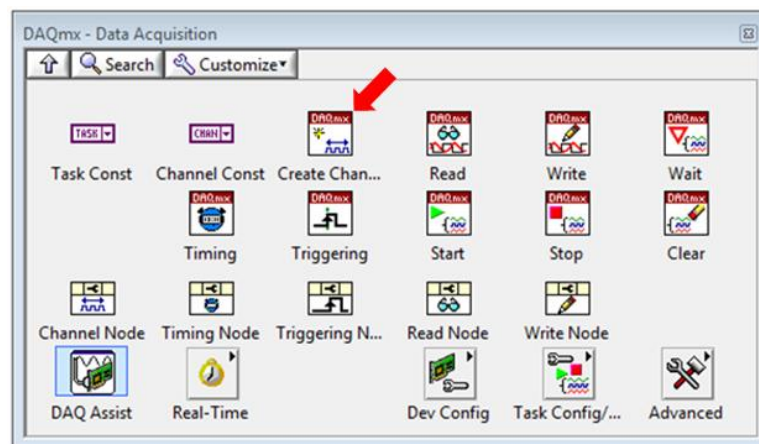
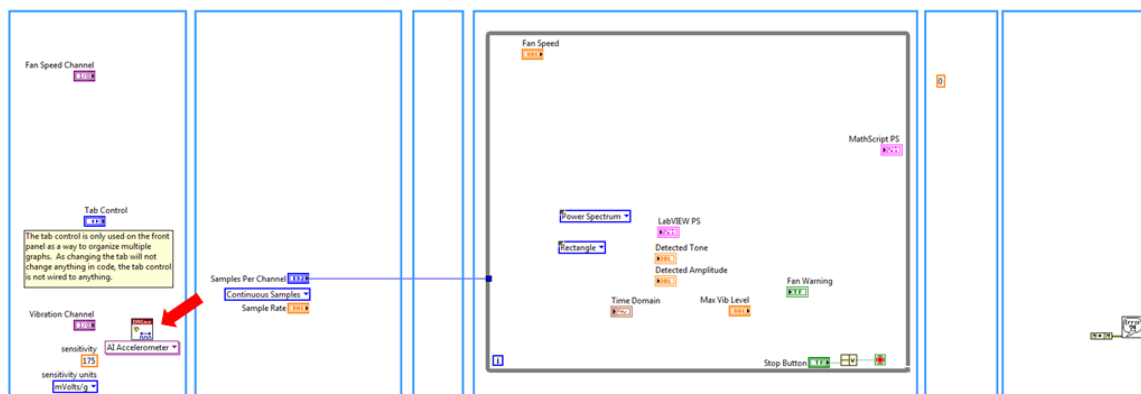

Figura 10. Fixar a paleta permite que você clique em qualquer lugar no seu código com a paleta ainda visível.
Figura 11. O VI DAQmx Create Channel determina a comunicação com seu dispositivo de aquisição de dados.
24. Para iniciar, arraste o **NI-DAQmx Create Channel** (seta vermelha na figura 10) e coloque-o na posição ilustrada na figura 11.